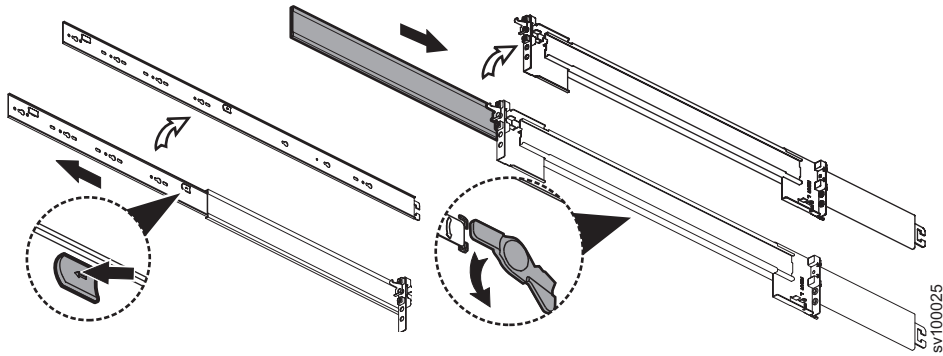

Figura 41. Removendo a seção interna do trilho
3. Remova a seção interna de um trilho de 3 partes, conforme mostrado em Figura 41 na página 60.